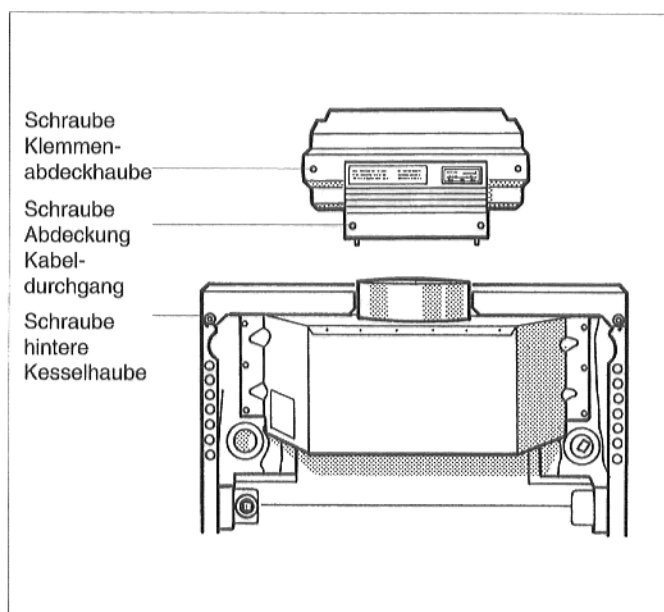

Abb. 5: Rückseite
- Die beiden Befestigungsschrauben der hinteren Kesselhaube (Abb. 5) herausdrehen. Hintere Kesselhaube abnehmen.
- Die beiden Schrauben der Klemmenabdeckhaube des Regelgeräts (Abb. 5) herausdrehen. Klemmenabdeckhaube abnehmen.
Die beiden Schrauben der Abdeckung des Kabeldurchgangs (Abb. 5) herausdrehen. Abdeckung abnehmen.